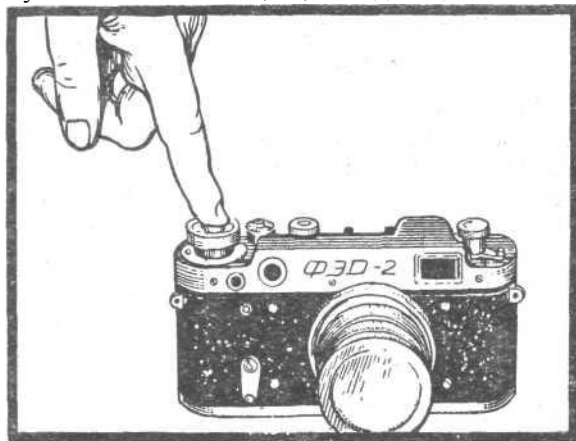

Рис. 11.
Для установки указателя нажмите пальцем на зубчики диска (21), как показано на рис. 11 и, поворачивая его, подведите знак пленки к штриху чувствительности.